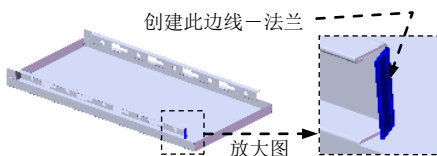
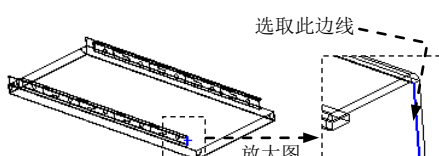

图 17.9.72 创建边线—法兰 19
图 17.9.73 定义特征的边线
Step33. 用相同的方法创建另一侧的边线—法兰 19 (图 17.9.72), 边线法兰的边线如图 17.9.73 所示。详细操作过程参见 Step29。